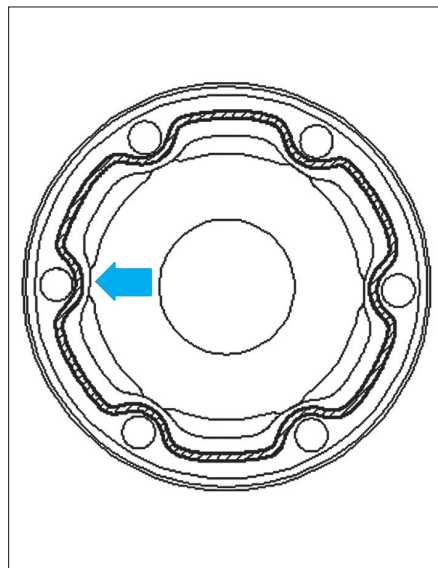

Fig. 10
- Appliquer un cordon continu de graisse de 2 à 3 mm de diamètre au niveau des alésages intérieurs (flèche) sur la surface propre du couvercle (Fig.10).